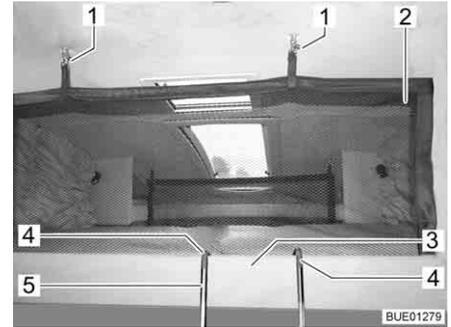
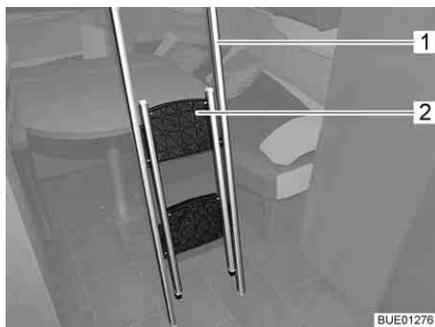
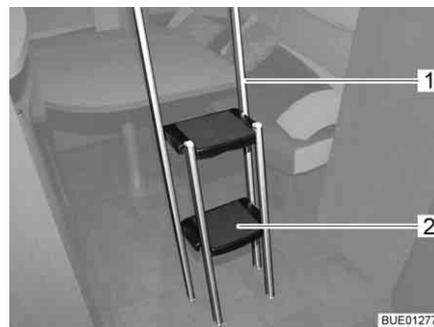

Fig. 106 Lit escamotable avec filet de sécurité tendu
Fig. 107 Échelle de montée, repliée
Fig. 108 Échelle de montée, dépliée
Quand il y a un filet de sécurité (Fig. 106,2), ce dernier se trouve sous le matelas du lit escamotable avec les sangles de sécurité. Ne tendre le filet de sécurité qu'une fois que les personnes se trouvent dans le lit escamotable.
- Suspendre les sangles de sécurité (Fig. 106,1) aux crochets situés au plafond.
- Accrocher l'échelle de montée (Fig. 106,5 ou Fig. 107,1) à la barre-poignée (Fig. 106,3) du lit escamotable à l'aide des deux étriers (Fig. 106,4).
- Saisir la partie repliée (Fig. 107,2) de l'échelle de montée par le bord supérieure et la déplier jusqu'à ce que les quatre pieds reposent bien sur le sol (Fig. 108).
- Replier les marchepieds (Fig. 108,2).
- Décrocher l'échelle de montée (Fig. 108,1) de sur la barre-poignée du lit escamotable.